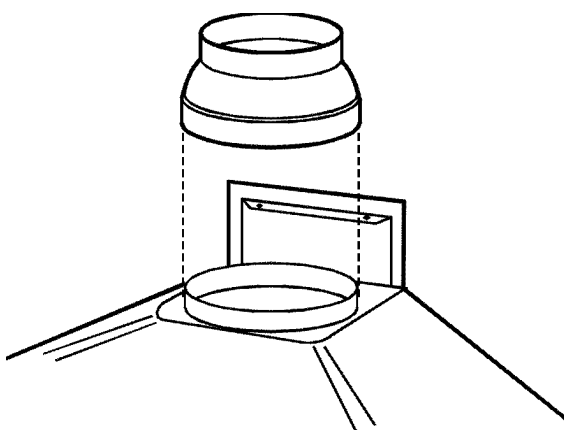

fig.13
5. Positionnez la buse (fig. 13) sur la sortie de la hotte.